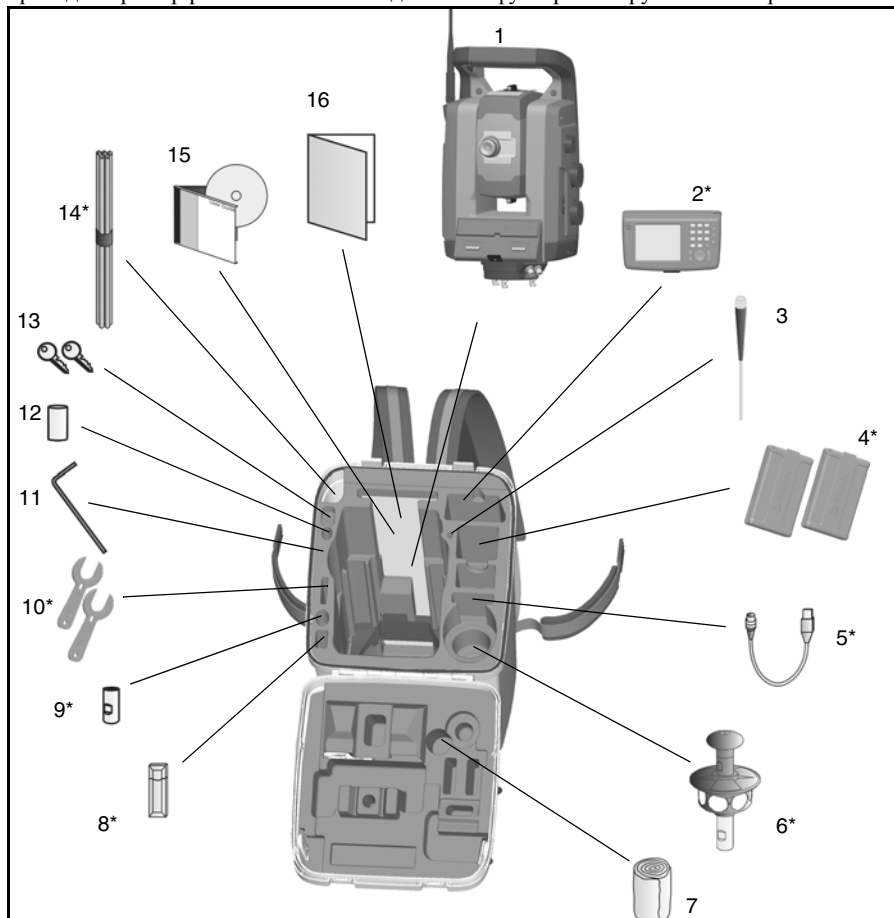

Рис. 2.1. Расположение деталей в футляре инструмента
При распаковке инструмента проверьте наличие всех заказанных предметов. Ниже приведен пример расположения всех деталей в футляре инструмента. См. рис. 2.1.
***Примечание.** Некоторые предметы, показанные на рис. 2.1, являются дополнительными и не все предметы входят в комплект поставки инструмента, некоторые предметы поставляются в комплектах принадлежностей.*
**Внимание.** При перевозке инструмента убедитесь, что контроллер Trimble CU не подключен к инструменту. Во избежание повреждения инструмента храните контроллер Trimble CU в специальном отделении транспортировочного контейнера. См. Рис. 2.1.